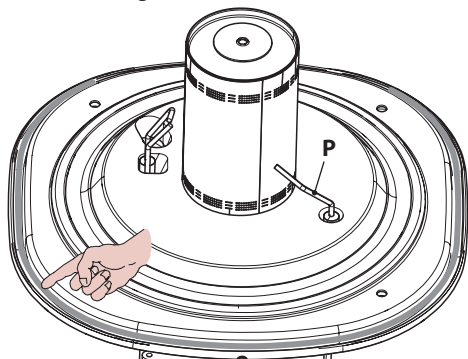

Figura 9.14
- La guarnizione in silicone della parete frontale della camera di combustione Figura 9.14 deve essere cambiata se deteriorata e comunque deve essere obbligatoriamente sostituita ogni 2 anni.
- L'elettrodo di rilevazione P in Figura 9.14 funge anche da sensore per il corretto scarico della condensa. Se tale elettrodo viene a contatto con acqua di condensa presente all'interno della camera di combustione manda in blocco di sicurezza la caldaia. Pertanto se si trova la coibentazione bagnata o deteriorata provvedere alla sostituzione.